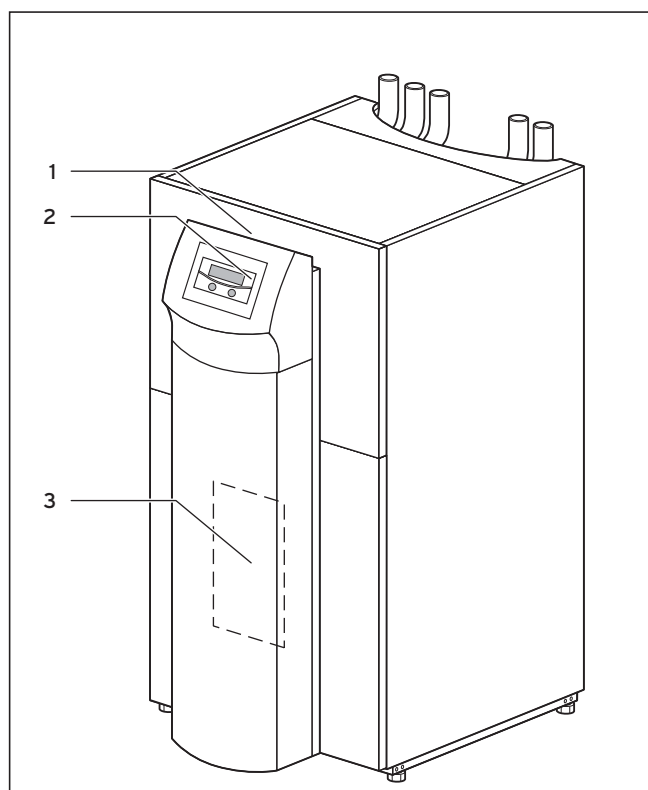

Fig. 2.4 Vista frontale
La targhetta con i dati dell'apparecchio è applicata internamente sul basamento della pompa di calore geoTHERM. La denominazione del modello è situata in alto, sul telaio grigio della colonna (vedi fig. 2.4, fig. 1).
La denominazione del modello della pompa di calore è riportata sull'adesivo (vedi fig. 2.4, pos. 1) applicato al telaio della colonna.
Legenda della fig. 2.4